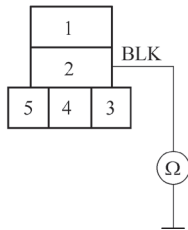

图 5-126 检查风扇控制继电器 5P 插座的 2 号端子与车身搭铁之间的导通性
6) 如图 5-126 所示, 检查风扇控制继电器 5P 插座的 2 号端子与车身搭铁之间的导通性。如果不导通, 检查风扇控制继电器与车身搭铁之间的导线是否开路, 如果导线完好, 则检查 G301 是否搭铁不良; 如果导通, 进行下一步检查。